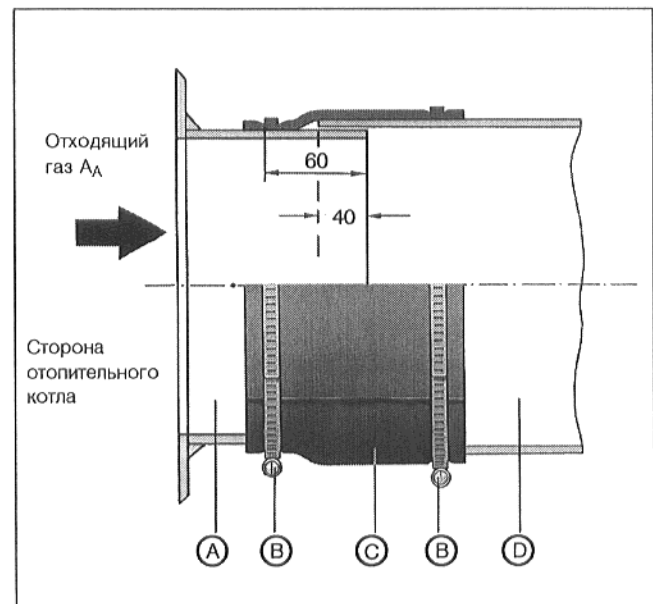

Рис. 4
- Надвинуть зажимные обоймы (B) на трубу отходящего газа (D).
- Вставить трубу отходящего газа (D) примерно на 40 мм в штуцер трубы котла (A).
- Наложить уплотнительную манжету трубы отходящего газа (C).
- Надвинуть зажимные обоймы (B) поверх уплотнительной манжеты и затянуть (Рис. 4).